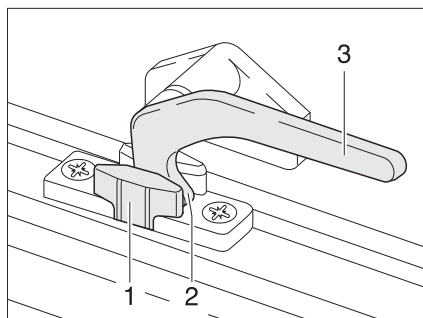

Fig. 51 Levier de verrouillage en position "Aération permanente"
- En position "Aération permanente" (Fig. 51)
- Tourner le levier de verrouillage (Fig. 51,3) d'un quart de tour vers le centre de la fenêtre.
- Remettre le levier de verrouillage en position initiale. Le tenon de verrouillage (Fig. 51,2) doit pénétrer alors dans le logement prévu à cet effet dans le verrouillage de fenêtre (Fig. 51,1).